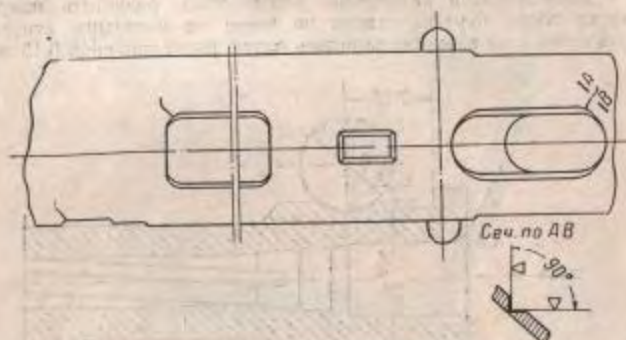

Рис. 11. Подготовка мест трещины в кожухе под заварку
(II) Подготовить места трещин в кожухе под заварку (рис. 11), заварить их электродуговой сваркой электродом ЭЗ4-3 и обработать заподлицо.